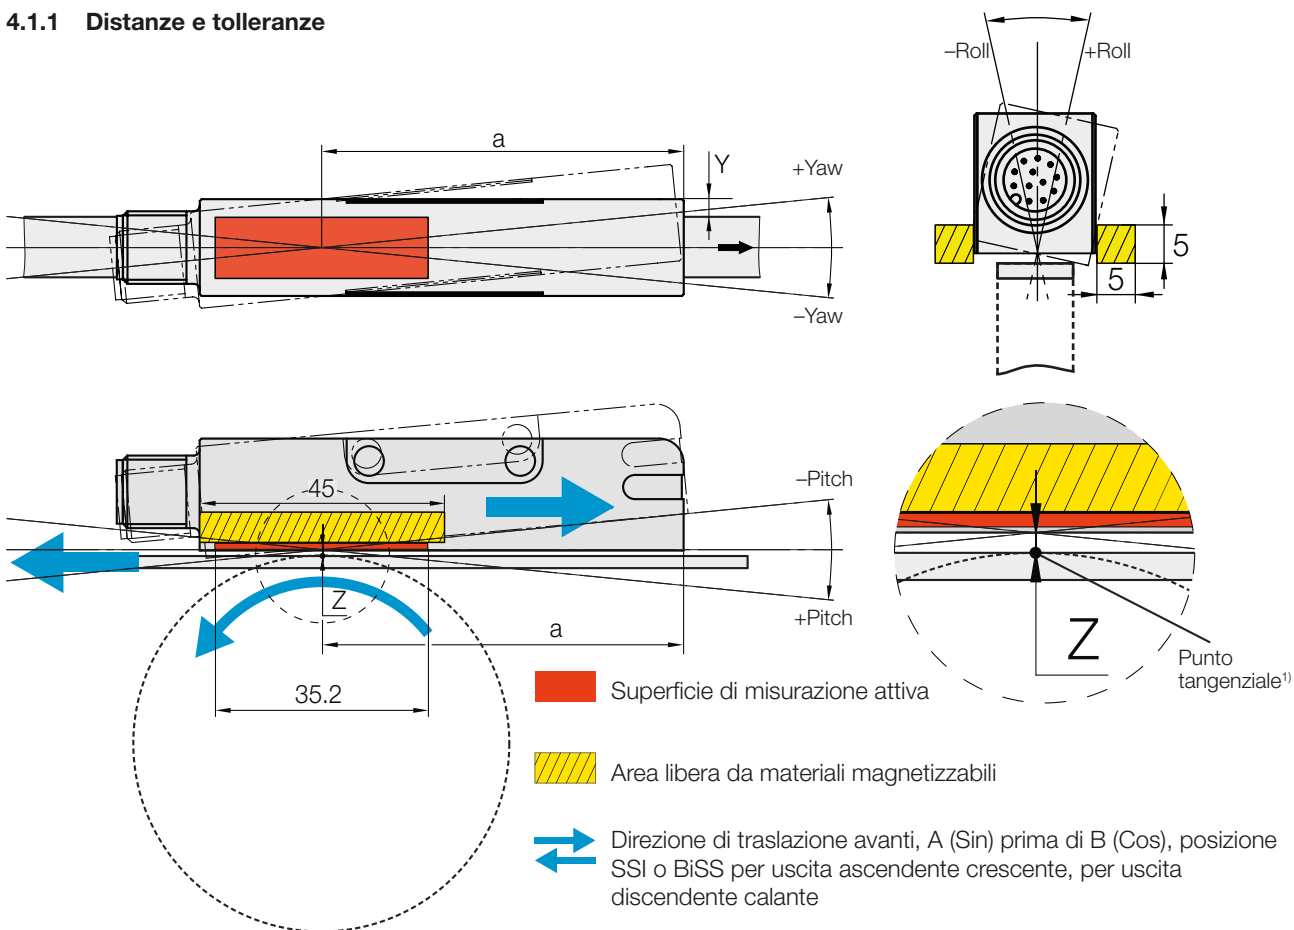
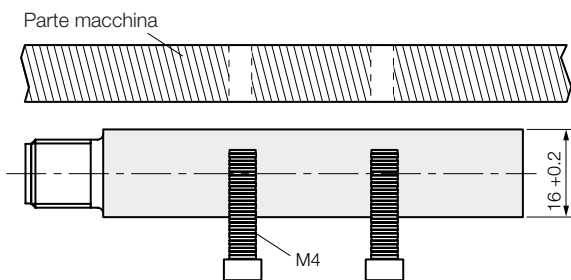
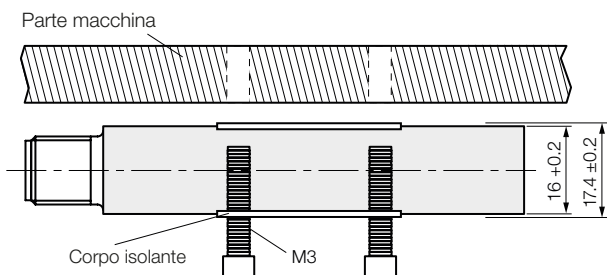

Fig. 4-1: Distanze e tolleranze
Fig. 4-4: Montaggio della testa sensore (senza corpo isolante)
Fig. 4-5: Montaggio della testa sensore con corpo isolante
3. Fissare la testa sensore tenendo conto delle distanze e delle tolleranze (vedere Fig. 4-1) con il suo lato destro o sinistro sulla parte della macchina (vedere Fig. 4-4 o Fig. 4-5).